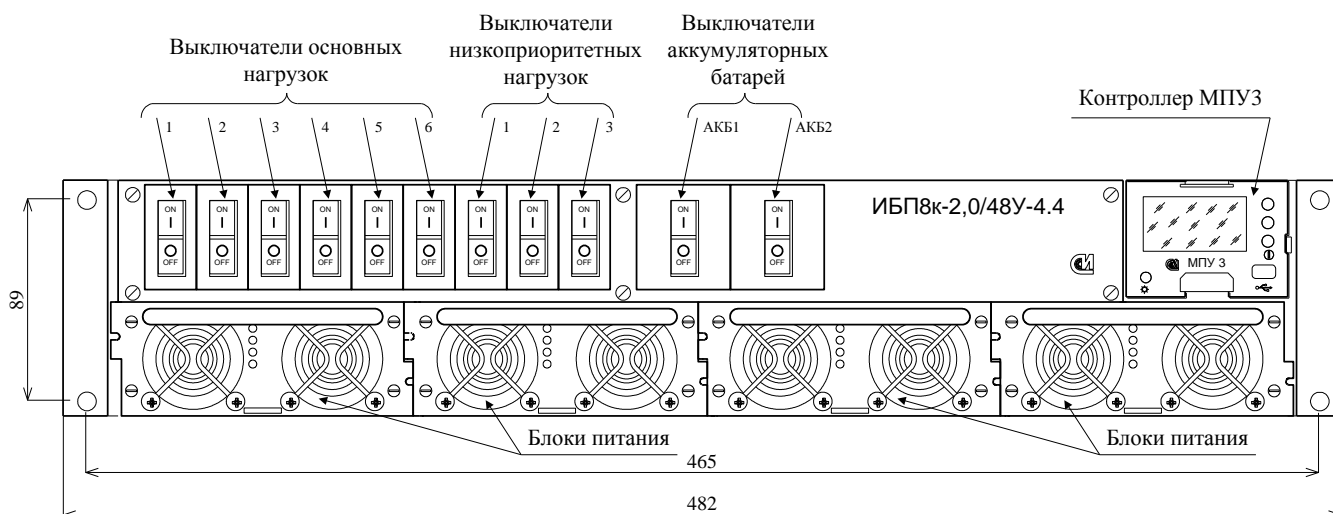

Рис.3.1 Устройство ИБП8к-2,0/48У-4.4 ДЕШК.436747.006-20.
3.2.6 Общий вид и габаритные размеры устройства ИБП8к-2,0/48У-4.4 приведены на рис.3.1. Общий вид устройства ИБП8к-0,8/48-4.4 такой же, за исключением типа блоков питания.
Соотношение автоматических выключателей основной и низкоприоритетной нагрузки, указанное на рис. 3.1 дано условно и определяется требованиями заказчика.